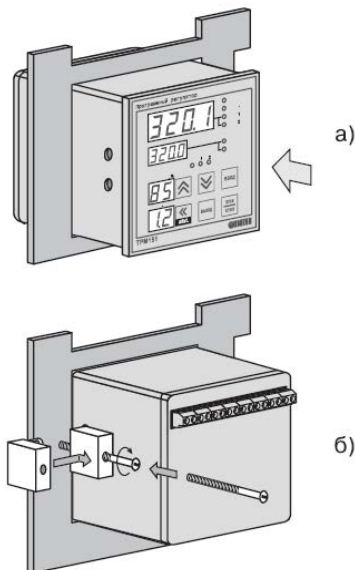

Рисунок 7.2 – Установка прибора щитового крепления
1. Вставьте прибор в специально подготовленное отверстие на лицевой панели щита (см. прил. А и рисунок 7.2, а).
2. Вставьте фиксаторы из комплекта поставки в отверстия на боковых стенках прибора (рисунок 7.2, б).